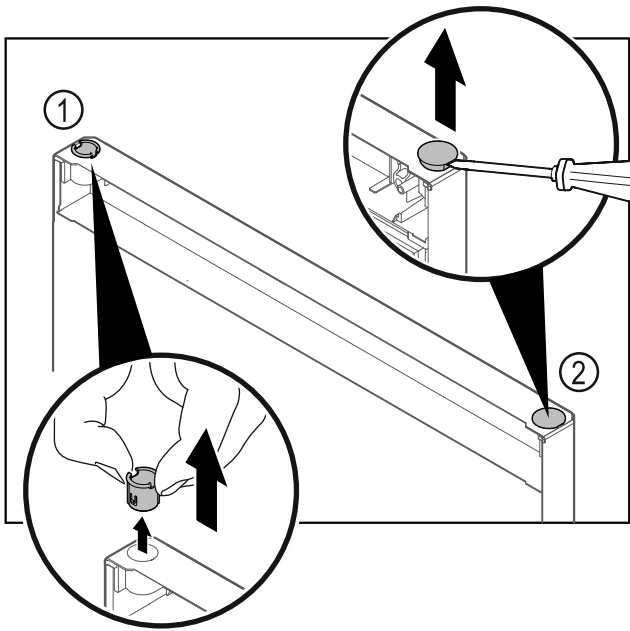

Fig. 15
- Estrarre la boccola cerniera Fig. 15 (1) con le dita.
- Con un cacciavite a testa a intaglio sollevare con cautela il tappo Fig. 15 (2) ed estrarlo.